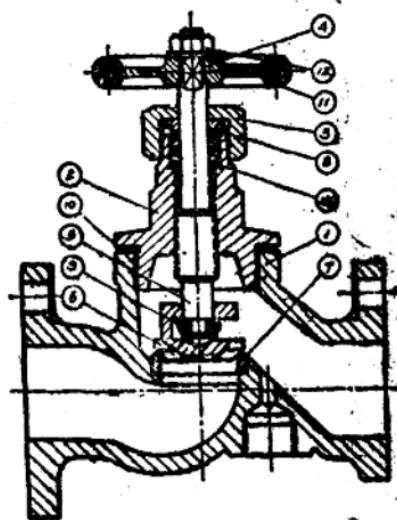

图 10 闭路截門
3.閉路截門：是蒸汽机的总汽門，是球形閥式（图10）截門。上下端用螺絲、絲對、螺母分別與進汽管及進汽閥體法蘭盤連接，為了保證汽密，法蘭盤中間鑄有鵝毛紙墊，圓形的叫進汽管墊；三角形的叫進汽閥體墊。